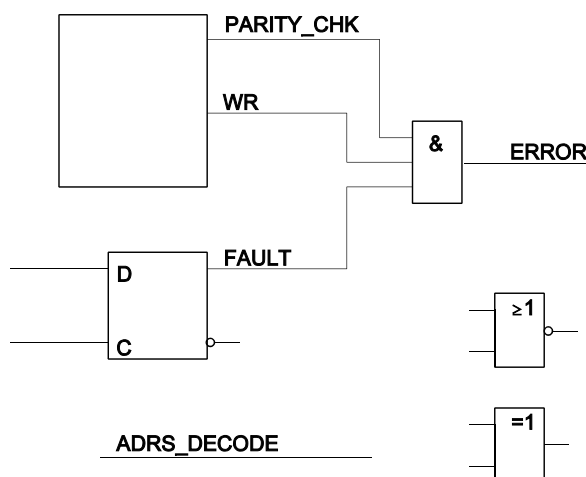

Abb. 3
7. Auf einer Leiterplatte befindet sich u. a. die in Abb. 3 gezeigte Schaltung. Sie funktioniert aber nicht richtig. Die erforderliche Änderung: